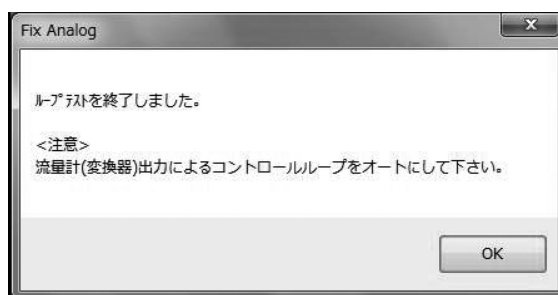

図3-52
- ⑤ 「Stop」 ボタンをクリックすると、メッセージボックス（図3-52）が表示されますので、「OK」 ボタンをクリックしてください。